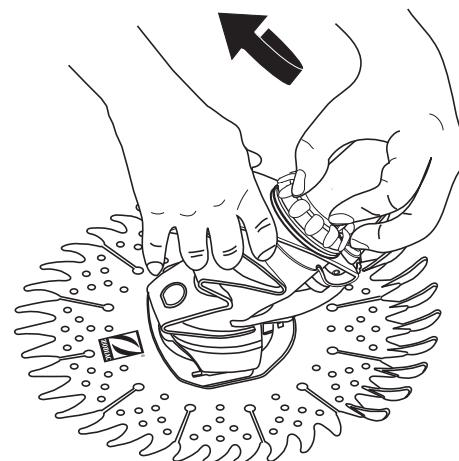

Figura 12
4. Verifique que la arandala esté al dentro de la tuerca manual. Inserte el motor en el cuerpo y enrosque y apriete la tuerca manual. (Ver Figura 12).